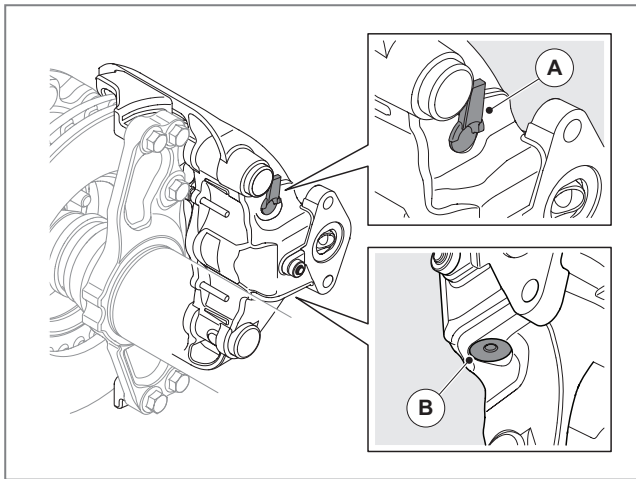

Abb. 20 - Zwei Schutzstopfen
- Schutzstopfen von Rückstellwelle (A) und Bremssattelverschluss (B), siehe ► Abb. 20,
- Gehäusedichtung (B) darf nicht entfernt werden.
Entfernen Sie niemals die Gehäusedichtung (B), siehe ► Abb. 20.